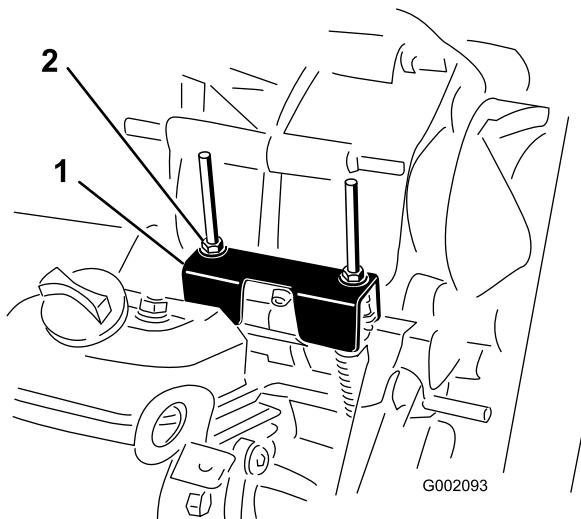

Figura 45
Para realizar operaciones de mantenimiento de rutina y/o diagnósticos del motor, debe ponerse el transeje en PUNTO MUERTO (Figura 45). El selector de marchas de la máquina dispone de una posición de PUNTO MUERTO, que controla el punto muerto del transeje. Tome las siguientes medidas para asegurarse de que la palanca de cambios acciona correctamente el punto muerto del transeje:
- Asegúrese de que la pletina de punto muerto está en posición de PUNTO MUERTO (nivelada respecto al soporte de montaje del cable situado debajo del soporte del cambio de marchas) girando el embrague arrastrado (Figura 45).
- Gire 1 de las contratuerca (Figura 45) para obtener un espacio de 0.762 mm – 1.524 mm (0.030" – 0.060") entre la parte inferior de la tuerca/arandela y la pletina de punto muerto.